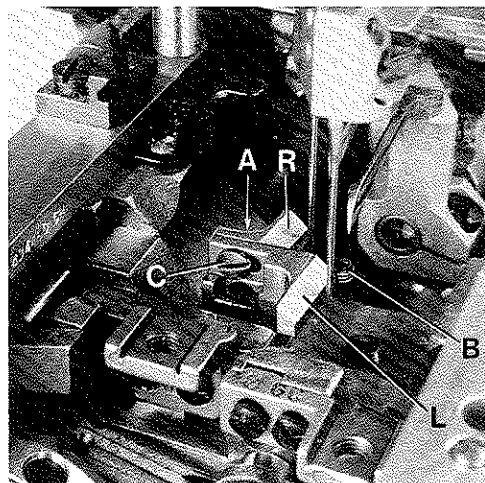

Fig.20
Set the needle guard (L, Fig. 20) for the left needle first. After loosening screw (A) the guard can be raised or lowered and after loosening screw (B) swung to the front or to the rear.
Retighten screws (A and B, Fig. 20). Make sure, when tightening screw (B), that there is no axial end play on the needle guard holder.
Now set the needle guard (R, Fig. 20) for right needle. After loosening screw (C) the guard can be moved to the front or to the rear. Retighten screw (C).
Stellen Sie zuerst den Nadelanschlag (L, Fig. 20) für die linke Nadel ein. Nach Lösen der Schraube (A) kann der Anschlag höher oder tiefer gestellt werden und nach Lösen der Schraube (B) nach vorne oder hinten geschwenkt werden.
Ziehen Sie die Schrauben (A und B, Fig. 20) wieder an. Beachten Sie beim Anziehen der Schraube (B), daß der Nadelanschlag axial kein Spiel hat.
Stellen Sie nun den Nadelanschlag (R, Fig. 20) für die rechte Nadel ein. Nach Lösen der Schraube (C) kann der Anschlag nach vorne oder hinten verschoben werden. Ziehen Sie die Schraube (C) wieder an.